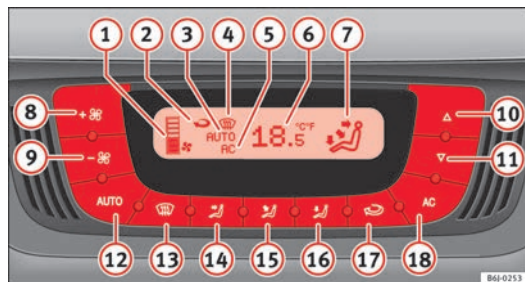

Fig. 96 Mandos del Climatronic en el tablero de instrumentos
- Pulse las teclas ⑩ y ⑪ ⇒ fig. 96 para ajustar la temperatura.
- ① Indicador del nivel del ventilador.
- ② Indicador de la función de recirculación de aire
- ③ Indicador **AUTO** (Funcionamiento automático)
- ④ Indicador de desempañado
- ⑤ Indicador AC (Refrigeración conectada)
- ⑥ Indicador de la temperatura interior seleccionada
- ⑦ Indicador de la dirección del caudal de aire
- ⑧ Aumento de la velocidad del ventilador
- ⑨ Disminución de la velocidad del ventilador
- Pulse la tecla **AUTO**. Se visualiza la indicación $\Rightarrow$ fig. 96 **7**.
- Pulse las teclas **10** y **11** $\Rightarrow$ fig. 96 para ajustar la temperatura deseada en el habitáculo. Se recomienda ajustar una temperatura de 22 °C (72 °F).
- Pulse una de las teclas $\Rightarrow$ fig. 96 **14** a **16** o presione el regulador del ventilador **8** y **9**. Se apaga la indicación **3**.
El ventilador puede ajustarse por medio de las teclas **8** y **9** $\Rightarrow$ fig. 96. Si el ventilador está apagado (en la pantalla no se indica ningún nivel **1**) y sigue presionando la tecla **9**, se apaga el Climatronic. En tal caso aparecerá **OFF** en la pantalla.
- Pulse la tecla  para conectar o desconectar la recirculación de aire. Está conectada si aparece el símbolo  ⇒ fig. 96 en la pantalla.